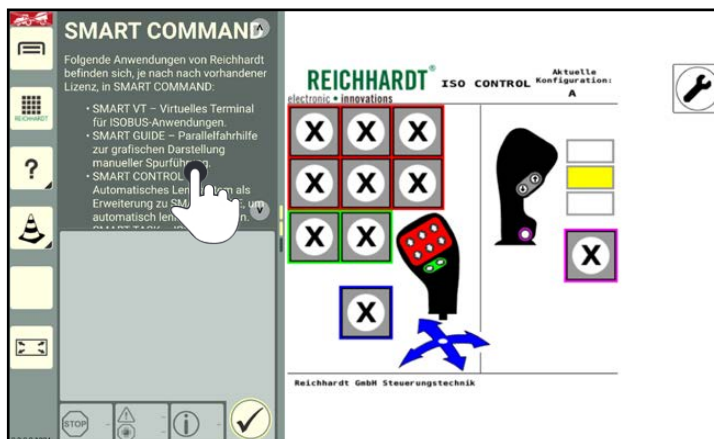

Abb. 83: Anwendung in Miniaturfenster gedrückt halten
1. Halten Sie einen Finger auf einem Miniaturfenster gedrückt (siehe Abb. 83).